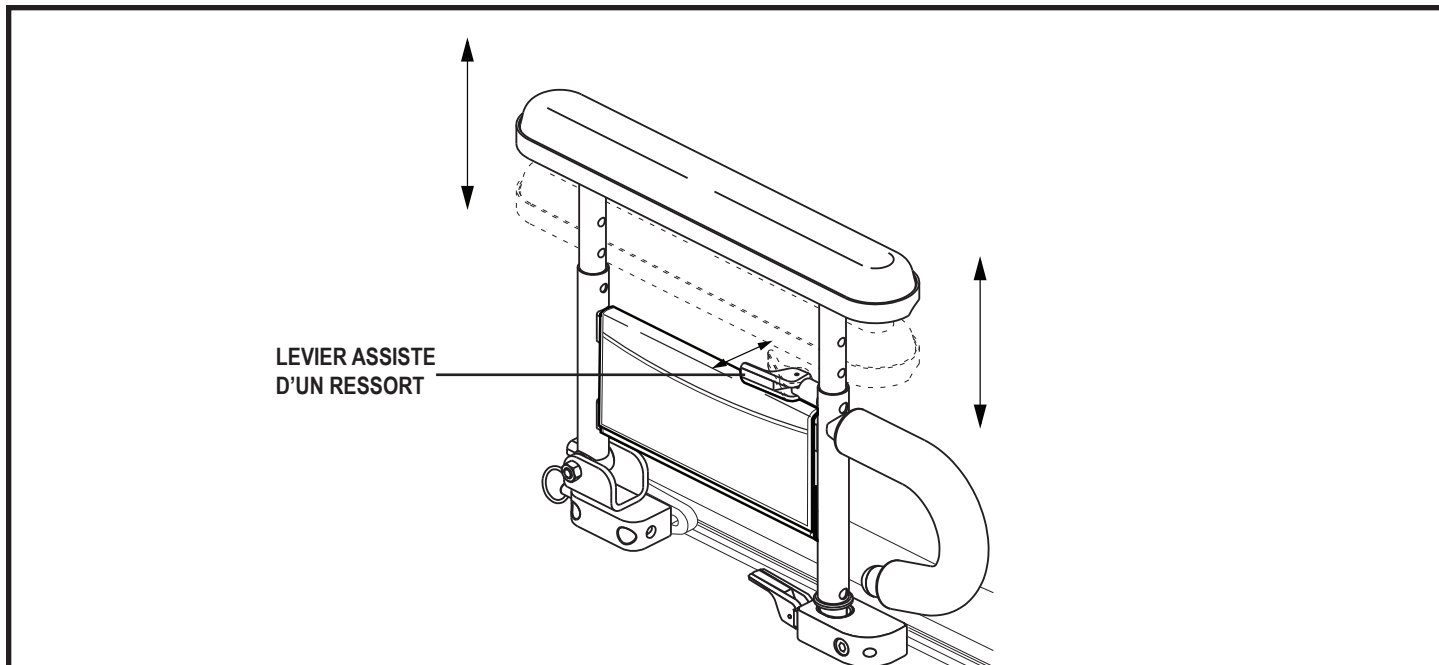

Figure 30. Réglage hauteur accoudoir relevable à deux montants
1. Poussez le levier à ressort vers l'intérieur. **Voir la figure 30.**